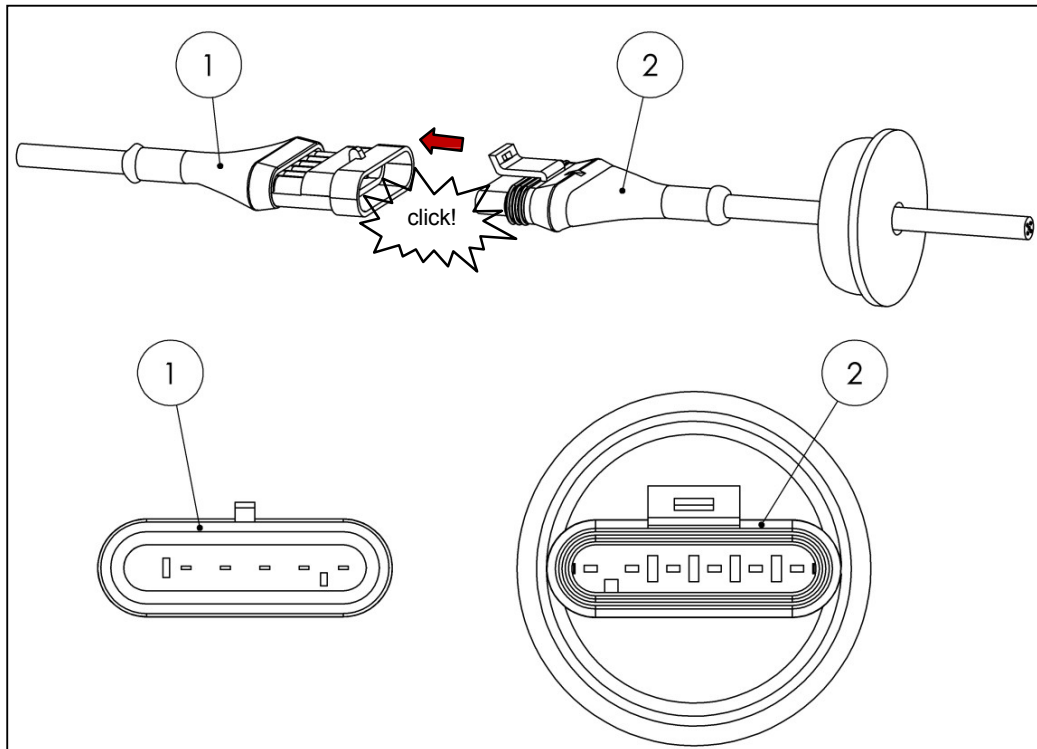

Fig. 67
- Inserte el conector del cable de la plataforma (1) al conector de la unidad de control (2) (ver Fig. 67)